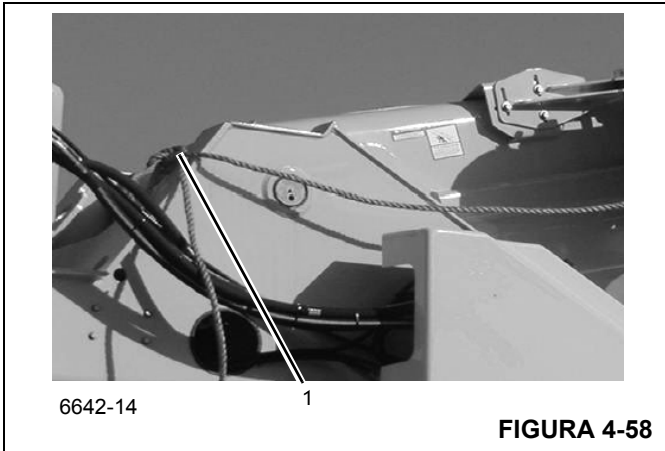

FIGURA 4-58
10. Fije el cable guía (1) (Figura 4-58) al orificio en la parte posterior de la superestructura mientras la pluma permanece elevada.